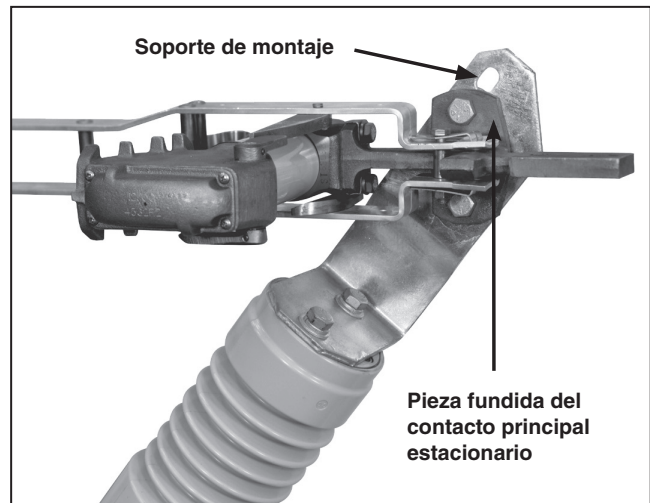

Figura 40. Ajuste de la posición de la pieza fundida del contacto principal estacionario.
- (g) Quizá también sea necesario aflojar los tornillos que sujetan la pieza fundida del contacto principal estacionario a su ménsula de montaje y girar ligeramente la pieza fundida para lograr las separaciones necesarias. Vea la Figura 40. Vuelva a apretar los tornillos, asegurándose que la cuchilla entre al contacto estacionario en el centro.